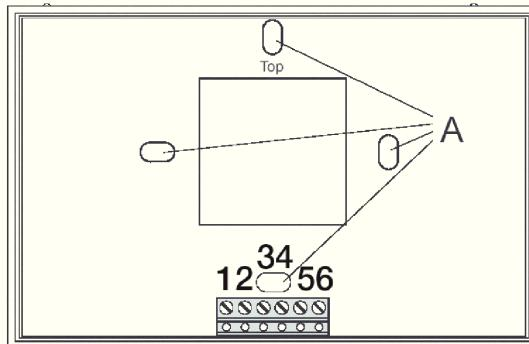

рис. 26 - Установка пульта дистанционного управления *Open Therm*
- отделить с помощью отвертки заднюю часть (серую) корпуса от передней (белой) и закрепить используя отверстия А (рис. 26) заднюю часть корпуса на стене;
- подключить пульт ДУ к котлу закрыв контакты 1 и 2 пульта ДУ (рис. 26) на клемной панели OPENTH M6 платы ИНТЕРФЕЙСА ПУЛЬТА. Подключение BUS защищено от ошибочной полярности, это означает, что контакты могут быть подключены даже наоборот;
Внешний температурный датчик OKSONEST00 должен подключаться на контакты 5 и 6 пульта дистанционного управления (рис. 26). Внешний температурный датчик OSONDAES01 должен подключаться на контакт M8 электронной платы котла (рис. 29).
Телефонный коммутатор подключается к контактам 3 и 4 пульта дистанционного управления (рис. 26).